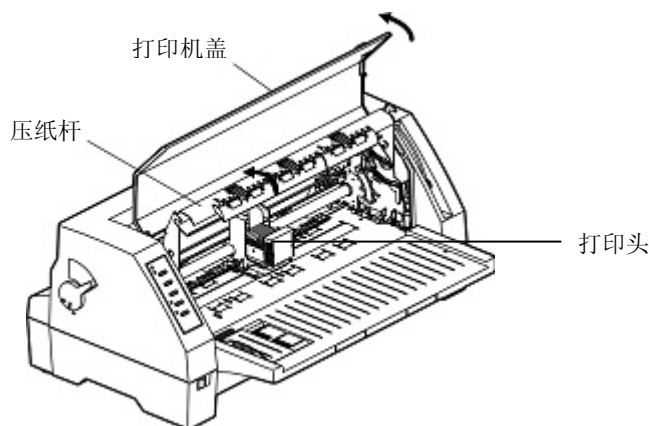

图 2-6
3. 向外拉起压纸杆，将其置于打印机前上方（如图 2-6 所示）。